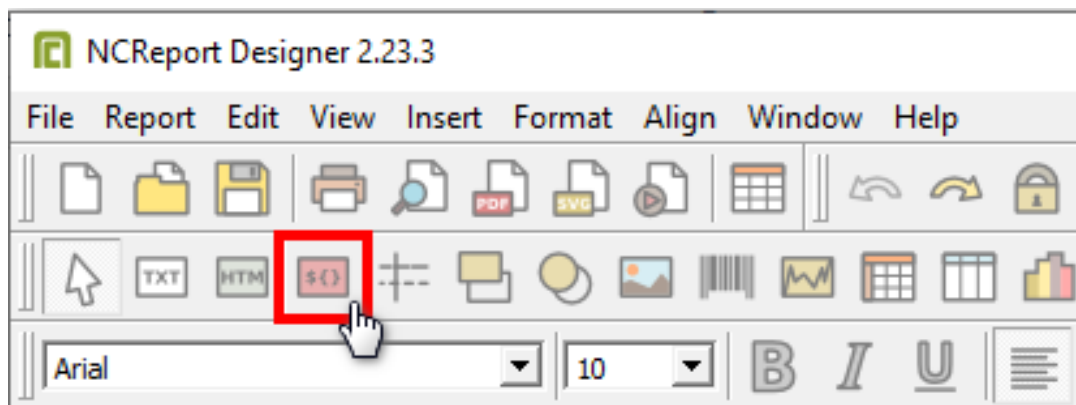

Рисунок 324 - Инструмент Field
1. Выберите инструмент Field (Рисунок 324).